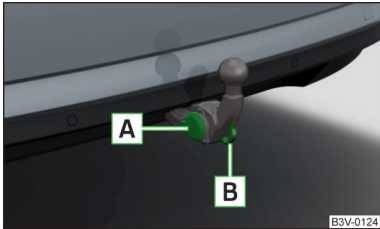

Abb. 315
- › Die Abdeckkappe der Steckdose aufklappen und den Stecker des Anhängers (des Zubehörs) in die 13-polige Steckdose **A** einstecken » Abb. 315. (Wenn der Anhänger/das Zubehör über einen 7-poligen Stecker verfügt, ein entsprechendes Reduktionsstück aus dem ŠKODA Original Zubehör verwenden).